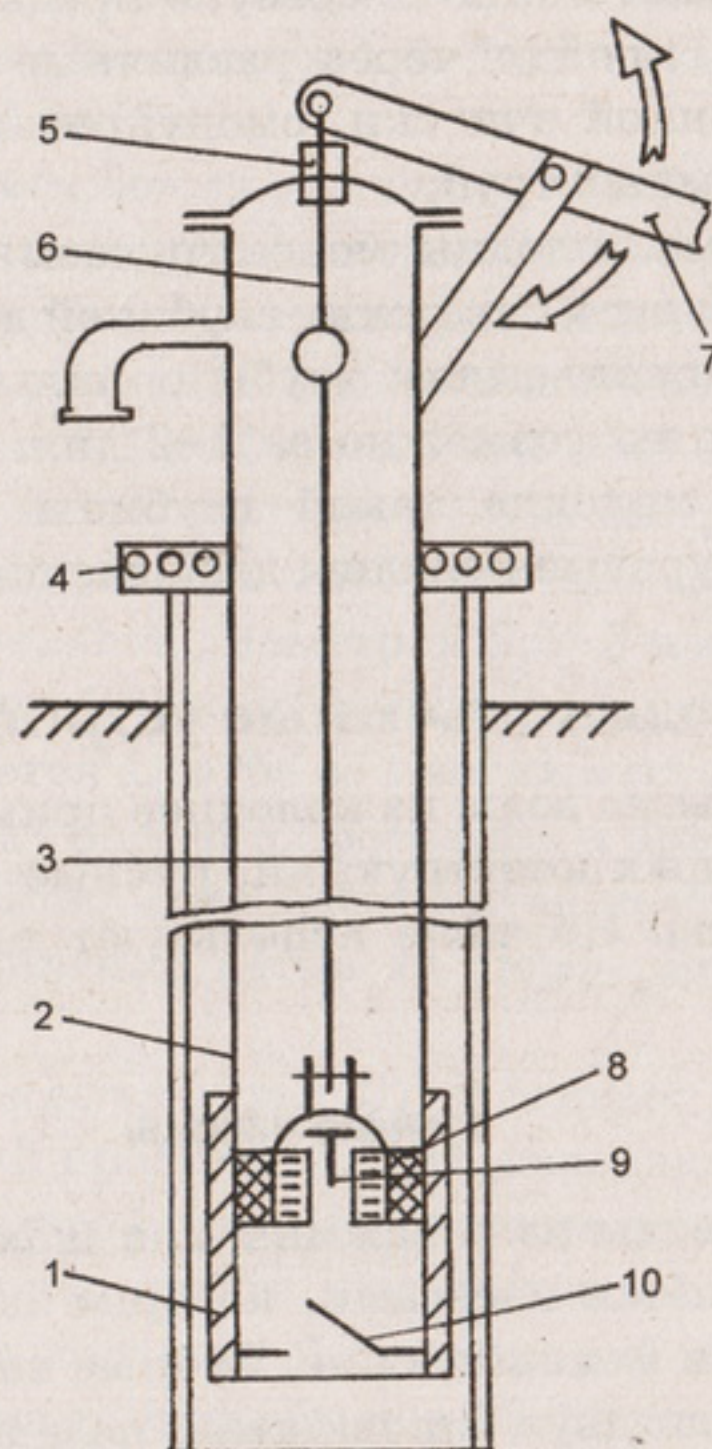

Рис. 38. Штанговый насос:
- Штанговый насос (рис. 38) состоит из колонны водоподъемных труб 2, насосного цилиндра 1, закре-
бежного типа могут работать только в том случае, если рабочее колесо, а, следовательно, и всасывающий трубопровод заполнены водой. Поэтому, чтобы удерживать воду внутри насоса при его остановке, на конце всасывающего трубопровода должно быть установлено приемное устройство с обратным клапаном (рис. 38–40).